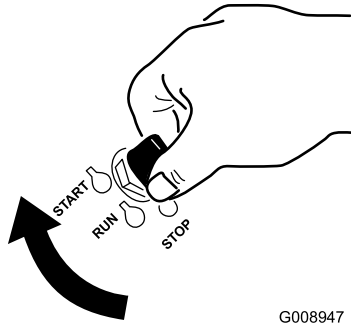

Figure 20
6. Tournez la clé de contact à la position DÉMARRAGE (Figure 20). Relâchez la clé quand le moteur démarre.